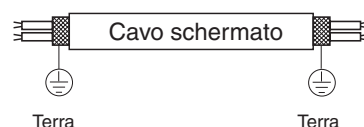

Fig. 5-4
(5) Usare cavi schermati per i cavi di controllo inter-unità e dotare lo schermo di messa a terra sui due lati. In caso contrario si possono verificare errori di funzionamento causati da disturbi. (fig. 5-4).